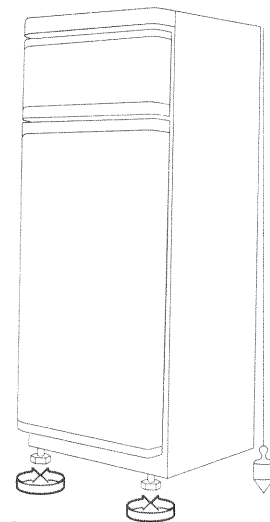

fig. 2
- Calez l'appareil au moyen des pieds réglables déjà en place ; une légère inclinaison de l'appareil vers l'arrière facilitera la fermeture des portes (fig. 2).
- 3- Dévissez et ôtez le support pivot inférieur en maintenant la porte du réfrigérateur (fig. 2).